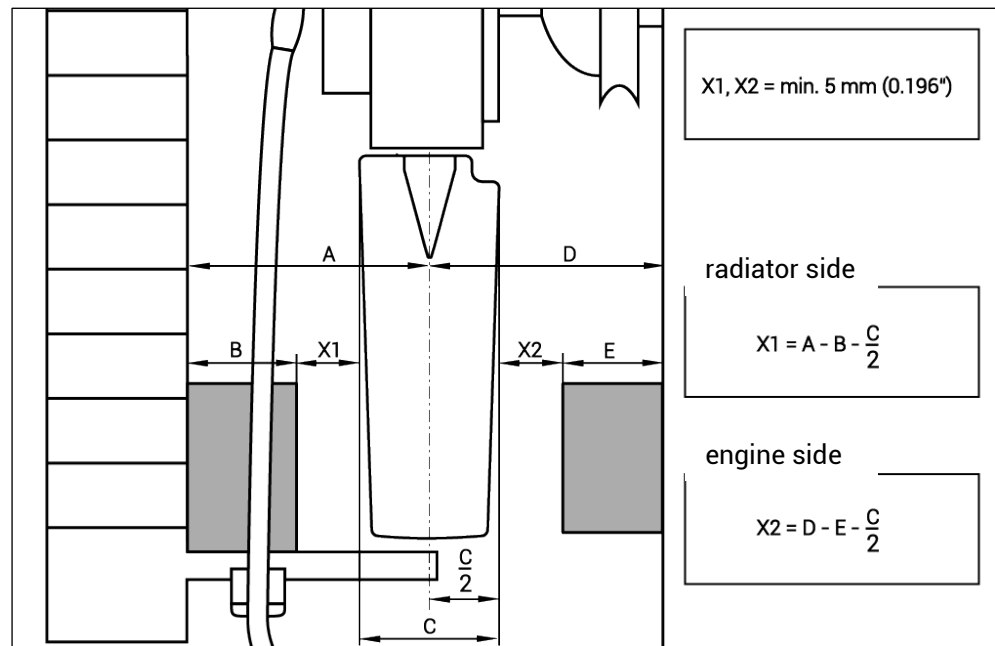

Fig. 38
33) Mida si hay objetos que interfieran (véase la Fig. 38).